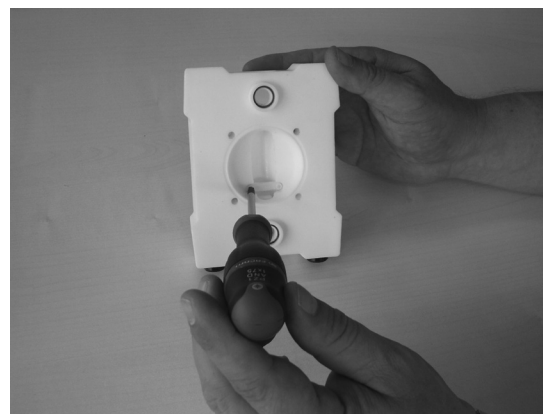

Abbildung 7
Lösen Sie die Schrauben an den Montagestiften (23) einseitig mithilfe eines Steckschlüssels. Entfernen Sie die Scheiben und Federscheiben und dann die Seitenabdeckung (02-03). Achten Sie darauf, die Dichtungsflächen, die mit der Membran in Kontakt kommen, nicht zu beschädigen. Entfernen Sie die Montagestifte von der anderen Seite und entfernen Sie dann die zweite Seitenabdeckung. Lösen Sie die Ventilanschlagschrauben und entfernen Sie den Ventilanschlag (15) (siehe Abbildung 7). Entfernen Sie die Gehäusedichtungen (22)
schrauben (siehe Abb. 7).